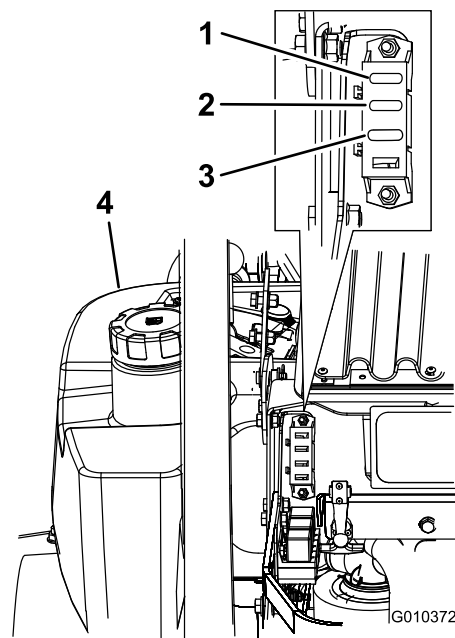

Figure 50
1. Déverrouillez et soulevez le capot pour accéder au porte-fusibles (Figure 50).
3. Remplacez le fusible (Figure 50).